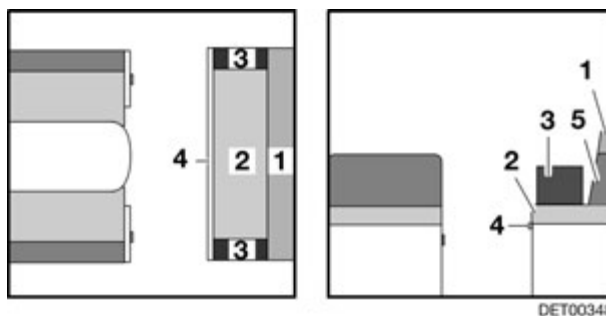

Fig. 87 Antes de la transformación
- Quitar los reposabrazos (Fig. 87,3) del banco longitudinal y ponerlos a un lado.